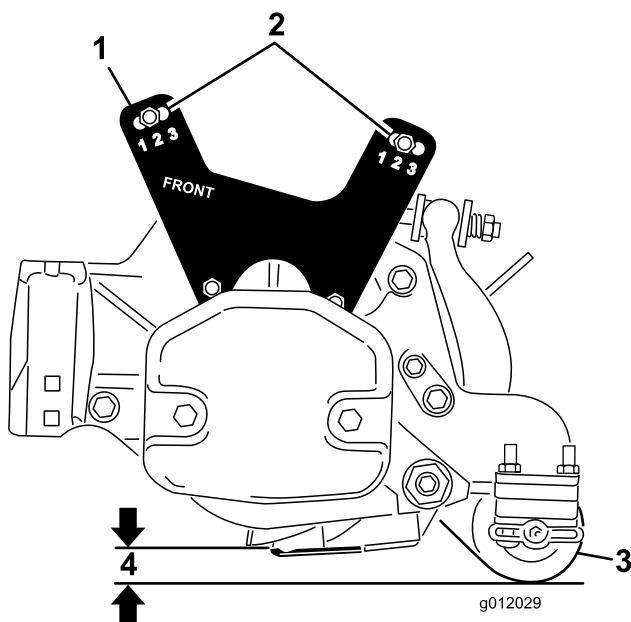

Bild 21
- Senken Sie das Mähwerk auf den Boden ab und messen den Abstand zwischen dem Boden und der Oberkante des Untermessers, siehe Bild 21